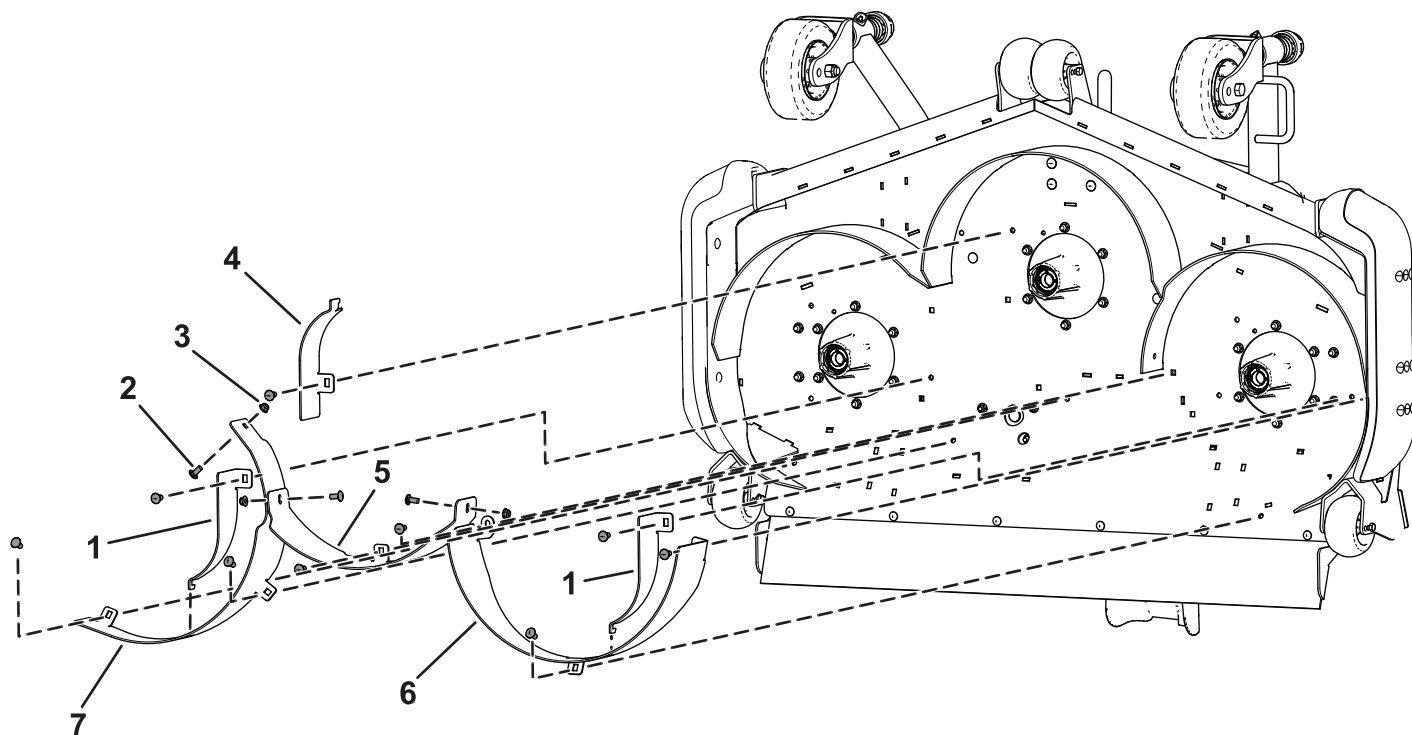

图 6
1. 如图 6 所示用 3 个托架螺栓 $\frac{3}{8} \times \frac{7}{8}$ 英寸和 3 个锁紧螺母 $\frac{3}{8}$ 英寸将右后隔板松松地固定到剪草机刀盘上。
2. 如图 6 所示用 3 个托架螺栓 $\frac{3}{8} \times \frac{7}{8}$ 英寸和 3 个锁紧螺母 $\frac{3}{8}$ 英寸将左后隔板松松地固定到剪草机刀盘上。
3. 如图 6 所示用 2 个托架螺栓 $\frac{3}{8} \times \frac{7}{8}$ 英寸和 2 个锁紧螺母 $\frac{3}{8}$ 英寸将中后隔板松松地固定到剪草机刀盘上。
4. 如图 6 所示用 1 个托架螺栓 $\frac{3}{8} \times \frac{7}{8}$ 英寸和 1 个锁紧螺母 $\frac{3}{8}$ 英寸将中后隔板松松地固定到右后隔板上。
5. 如图 6 所示用 3 个托架螺栓 $\frac{3}{8} \times \frac{7}{8}$ 英寸和 3 个锁紧螺母 $\frac{3}{8}$ 英寸松松地固定 2 个侧踢出装置隔板和中间踢出装置隔板。